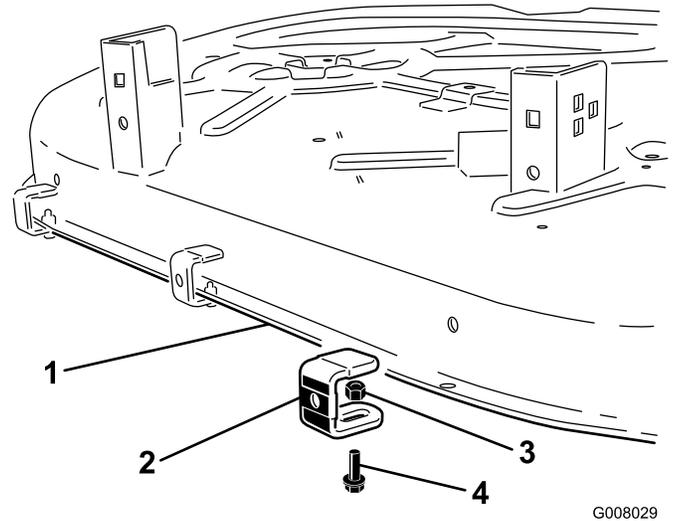

Bild 2
3. Montieren Sie die Halterung mit drei Schrauben (1/4 x 3/4 inch) und drei Sicherungsmuttern (1/4 Zoll) in den Löchern, siehe (Bild 2). Drücken Sie die Gummikappe der Halterung eng gegen die Rückseite des Mähwerkes und ziehen Sie sie an. Verwenden Sie die Außenlöcher an beiden Seiten der Rückseite des Mähwerkes.